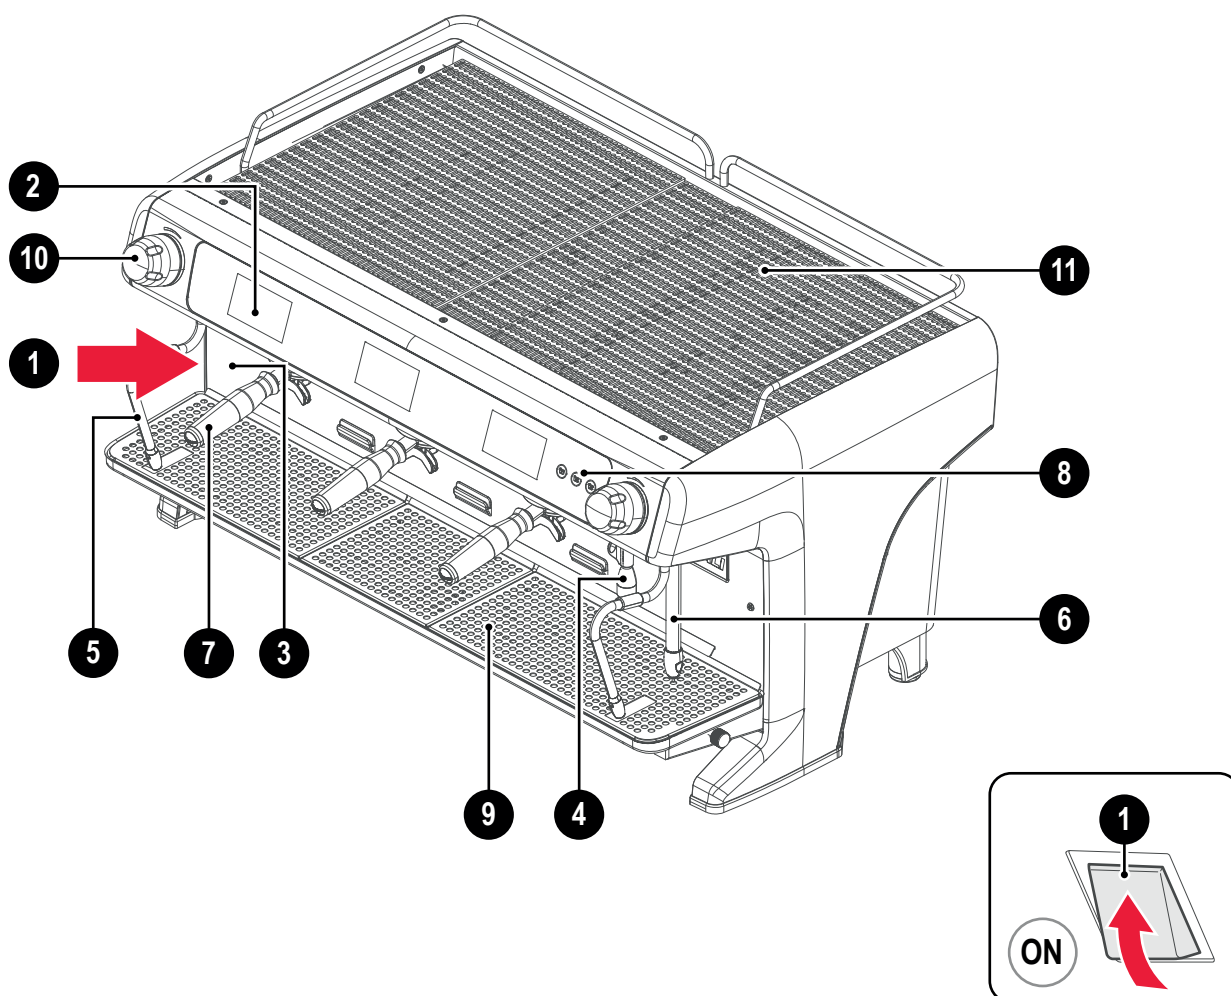

Fig. 4.1 - Éléments de l'appareil
Pour les éléments de l'appareil, voir Fig. 4.1.
- Appuyer sur l'interrupteur général (1 - Fig. 4.1) pour allumer l'appareil.
- En attendant que l'appareil soit prêt pour l'utilisation, engager les porte-filtres (10 - Fig. 4.1) dans les groupes de distribution.